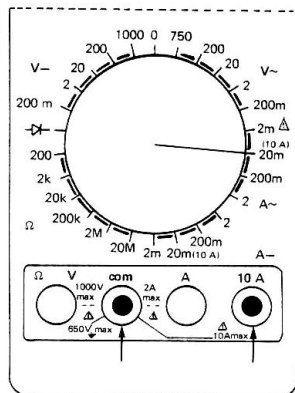

FIGURE 9
- Mettre le commutateur sur la position «20m (10 A)» (A~). (Voir la figure 9 ci-dessous).